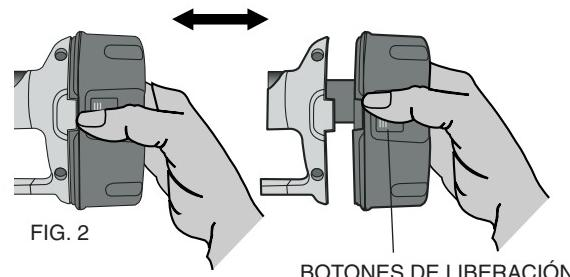

FIG. 2
**NOTE:** Asegúrese que su paquete de pilas está completamente cargado. Para instalar el paquete de pilas en el asa de la herramienta, alinee la base de la herramienta con la entalladura dentro del asa de la herramienta y empuje el paquete de pilas firmemente dentro del asa hasta que oiga que la cerradura se ponga en su lugar como indicado en la fig 2.